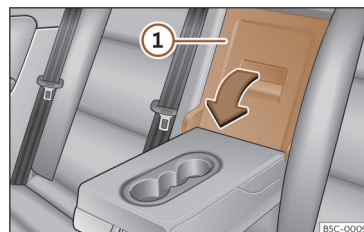

Fig. 190 En el respaldo del asiento trasero: apertura de la trampilla.
- Tire de la palanca de desbloqueo en el sentido de la flecha y abata completamente la tapa de la trampa >>> **fig. 190 ①** hacia delante.